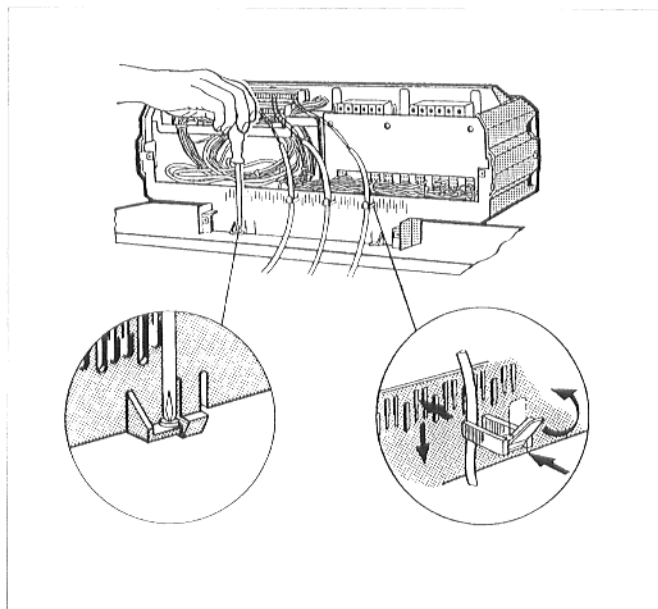

Fig. 11
- Avvitare con 2 viti autofilettanti, nella parte interna destra e sinistra nel canale passacavi, lo zoccolo dell'apparecchio di regolazione (Fig. 11).
- Inserire nel portafascetta le fascette fermaglio con il cavo di collegamento già collocato e fissare il cavo ribaltando la levetta verso l'alto (Fig. 11).